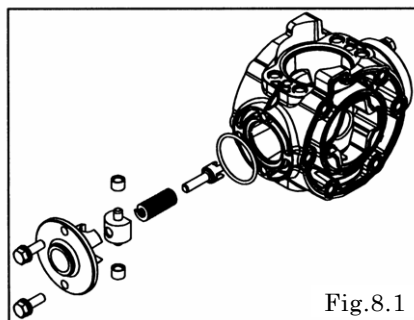

Fig.8.1
- ・受け座取付けボルト 2 か所を外し、受け座を取り外す。〔Fig.8.1〕
- ・バネ受け、ブッシュ、スプリング、切替ピン、O リングを取り外す。〔Fig.8.1〕